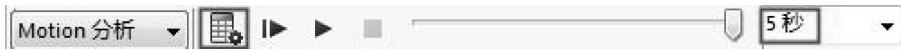

图8-95 重新计算动画时间
- 12 修改播放时间为5秒，重新单击【计算】按钮，生成新的动画，如图8-95所示。